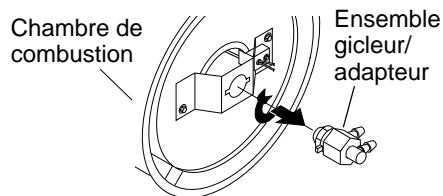

Figure 20 - Dépose de l'ensemble gicleur-adaptateur
4. Tourner le gicleur d'un quart de tour vers la gauche et le tirer vers le moteur pour l'enlever (voir figure 20).